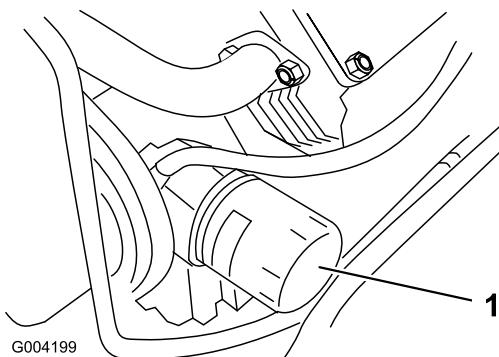

Figura 30
3. Retire el filtro usado (Figura 30) y límpie con un paño la superficie de la junta del adaptador del filtro.